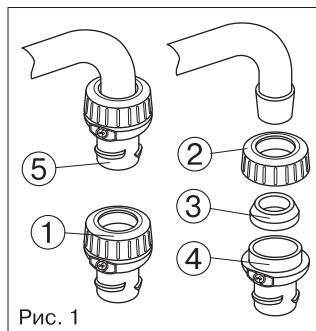

Рис. 1
Для установки водоочистителя на гладкий кран (рис. 1 и рис. 3):
2. Наденьте на кран гайку (рис. 1, поз. 2), уплотнительную втулку (рис. 1, поз. 3) конусом вверх, опустив ее до упора в утолщение на конце крана.
3. Приверните рассекатель (рис. 1, поз. 4) к гайке до упора, закрепив тем самым на кране собранную переходную втулку.